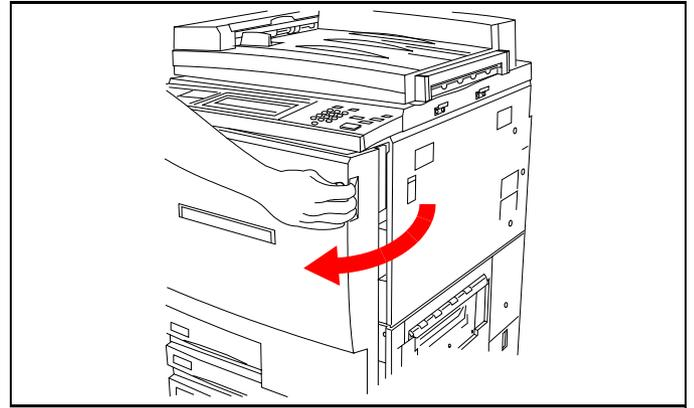
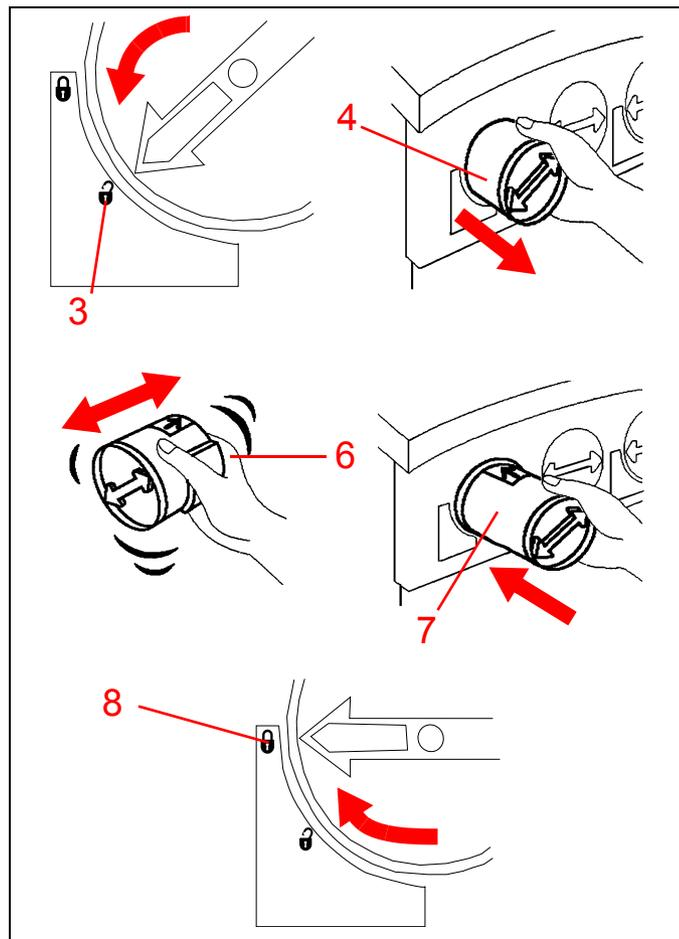

Figura 18
Figura 22
Demuestre cómo abrir la puerta delantera de la impresora. Consulte la Figura 18.
1. Consulte la Figura 22. Abra la puerta delantera de la impresora DocuColor 12. (Consulte la Figura 18 de la página 11.)